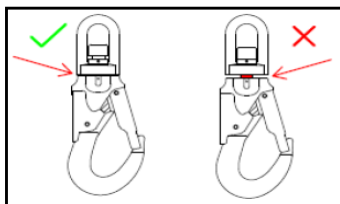

Fig. 3
- Verifique que los componentes del conector estén en buenas condiciones sin daños. Opere el gatillo del mosquetón de seguridad para verificar que funcione bien. Compruebe el mosquetón de seguridad giratorio con anillo indicador de caída. Si la banda de color rojo está expuesta, retire el retráctil de servicio inmediatamente (ver Fig.3).